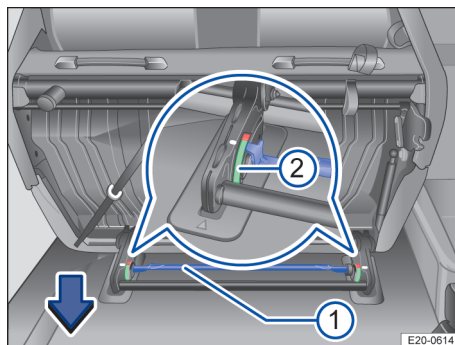

Fig. 71 Al doilea rând de scaune: montarea banchetei cu două locuri.
2. Apăsăți tija → fig. 71 ① în jos în direcția indicată de săgeată, până când ambele indicatoare de blocare ② se află în zona verde.